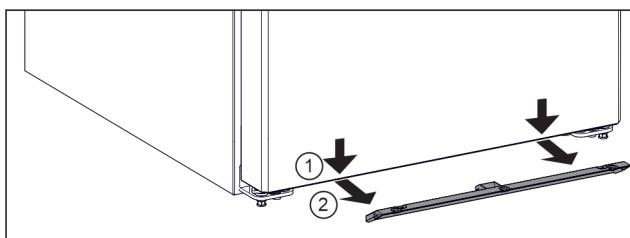

Fig. 6
- ▶ 向下拉防蚊遮板。 Fig. 6 (1)
- ▶ 向前取出防蚊遮板。 Fig. 6 (2)